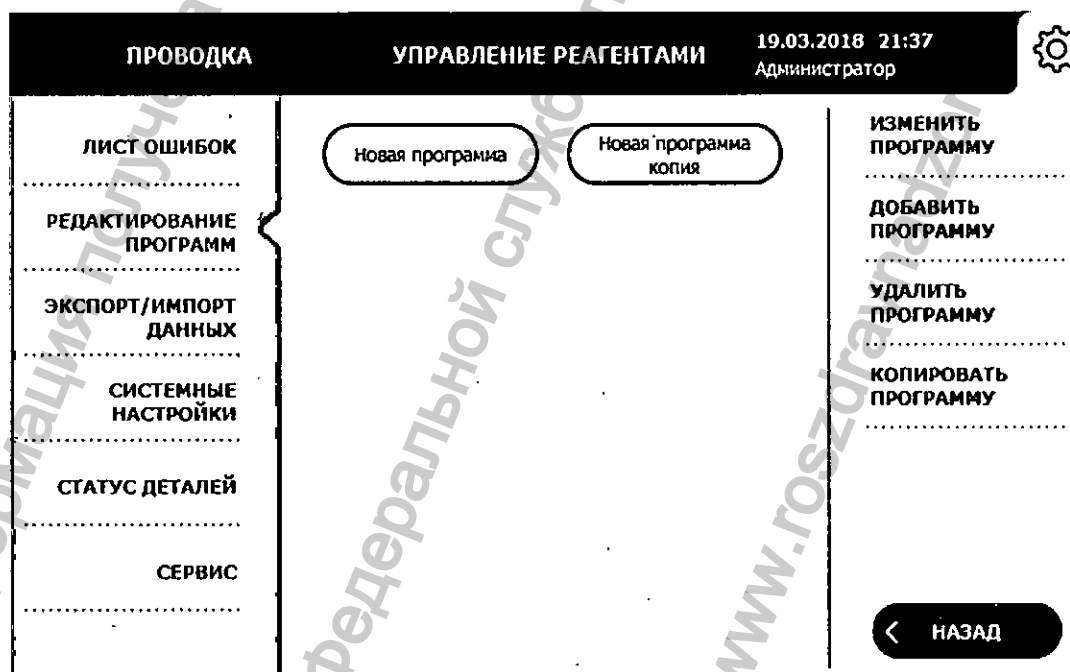

Рисунок 3.23. Копия выбранной программы создана
2. Выберите пункт **Добавить программу** в меню действий для списка программ (см. рисунок 3.8). Копия выбранной программы будет добавлена в список программ (рисунок 3.23).